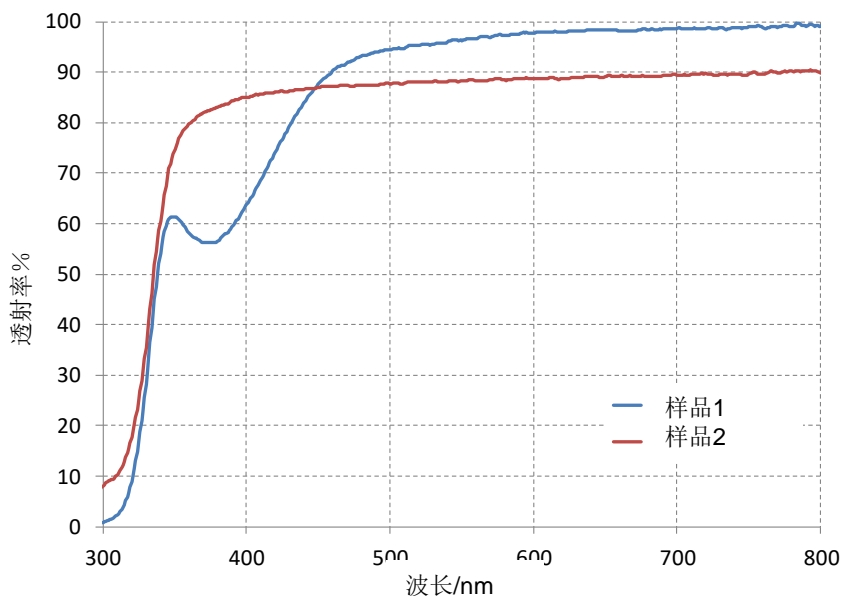
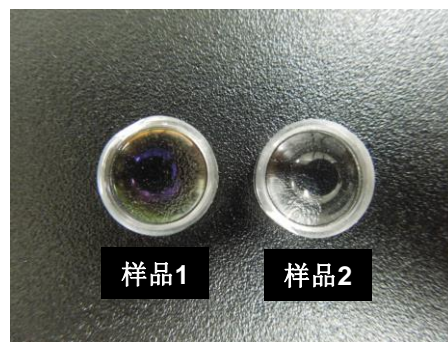

图4 透镜的透射率
图5 样品外观
- ✓ 本次实验中, UH4150选配全积分球、微小样品透射率测定附件、微小样品支架 ($\phi 1\text{mm}$), 测定样品的透射率。测定结果如图4所示, 透镜外观如图5所示。